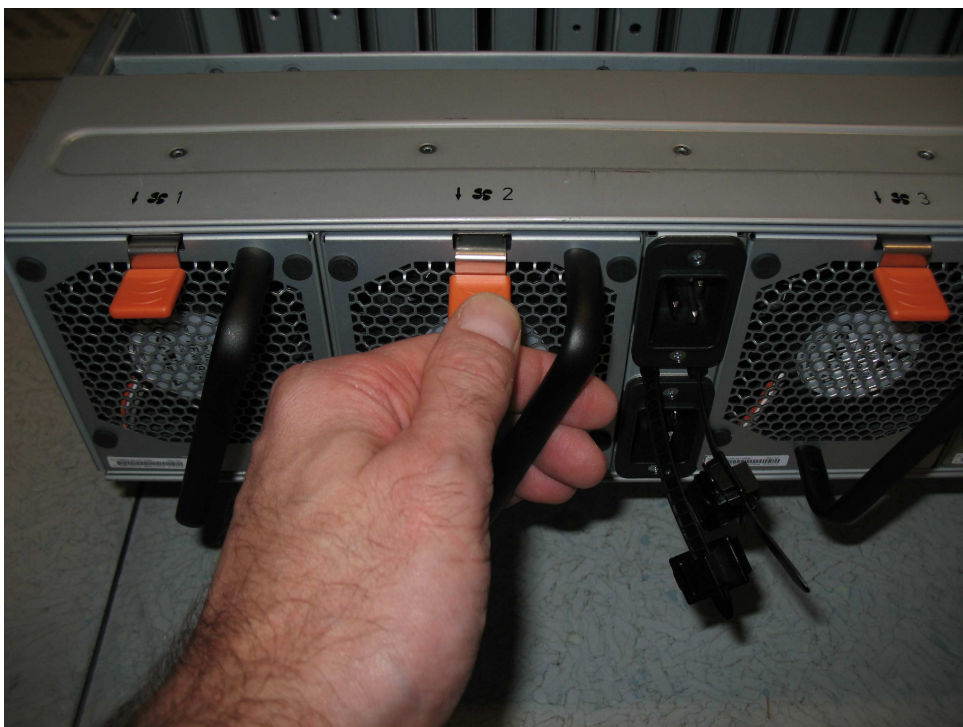

图 121. 风扇模块松开卡口
2. 按下风扇模块上的松开卡口，如第 125 页的图 121 所示。